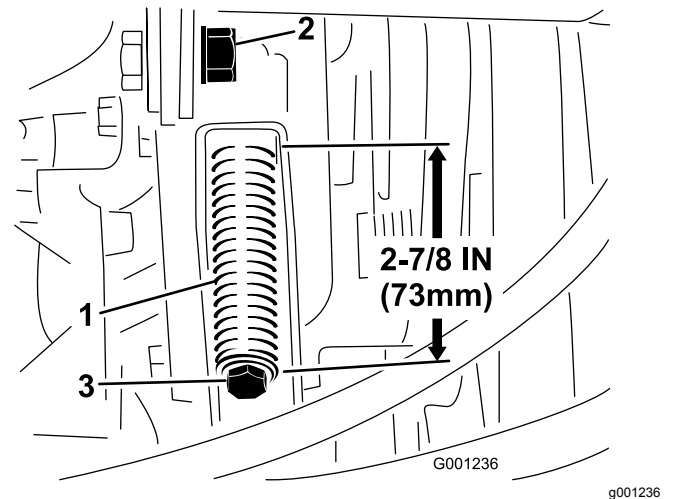

Bild 76
3. Lösen Sie die Klemmmutter der Spannstange (Bild 76).
4. Spannen oder lockern Sie die Riemenspannungsfeder mit einem 1/2"-Schraubenschlüssel (Bild 76). Stellen Sie die Feder auf eine Länge von 73 mm ein.
4. Lösen Sie die Riemenspannfeder vollständig mit einem ½"-Schraubenschlüssel (Bild 76).
6. Legen Sie den neuen Zapfwellenriemen auf und ziehen die Riemenscheibe auf eine Länge von 73 mm an (Bild 76).
7. Ziehen Sie die Klemmmutter fest (Bild 76) und schließen Sie die Motorhaube.